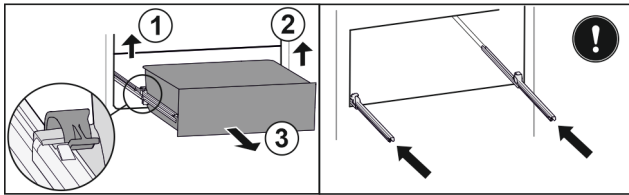

Fig. 37\*
- ▶ Linker klem optillen en gelijktijdig de lade links naar voren trekken Fig. 37 (1).\*
- ▶ Rechter klem optillen en gelijktijdig de lade rechts naar voren trekken Fig. 37 (2).\*
- ▶ Lade er naar voren uitnemen Fig. 37 (3).\*